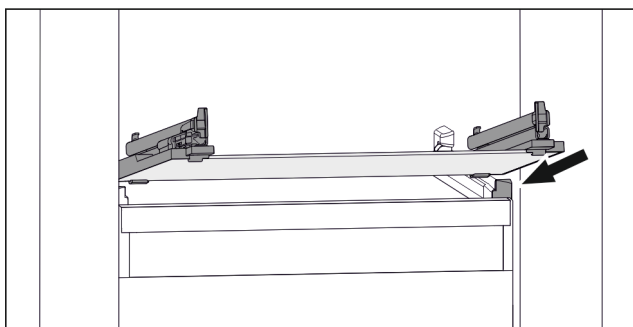

Fig. 113 Príklad zobrazenia sklenenej dosky
- ▶ Nasadte sklenenú dosku šikmo za zarážkami. (pozri Fig. 113)